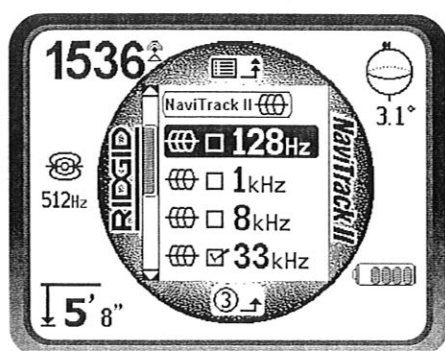

図 14 希望の周波数をハイライトする (128 Hz の例)
2. アップ/ダウンキーで希望の周波数をハイライトします。図 14 の例では 128 Hz の周波数を有効にしようとしています。